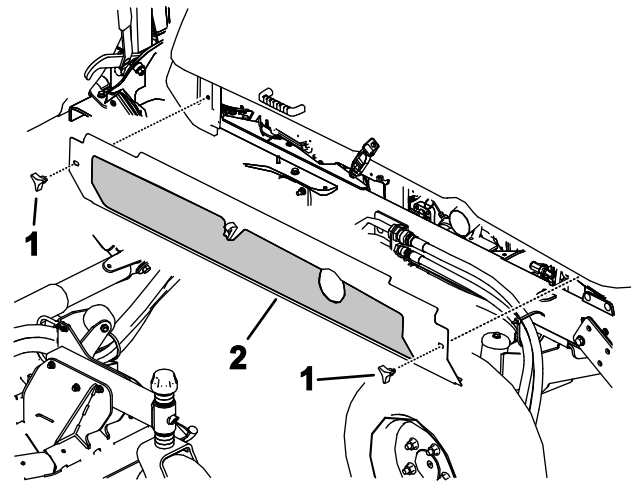

Bild 101
4. Lösen Sie die Handräder und entfernen beide Seitenabdeckungen (Bild 101).
5. Montieren Sie die seitlichen Abdeckungen (Bild 101).